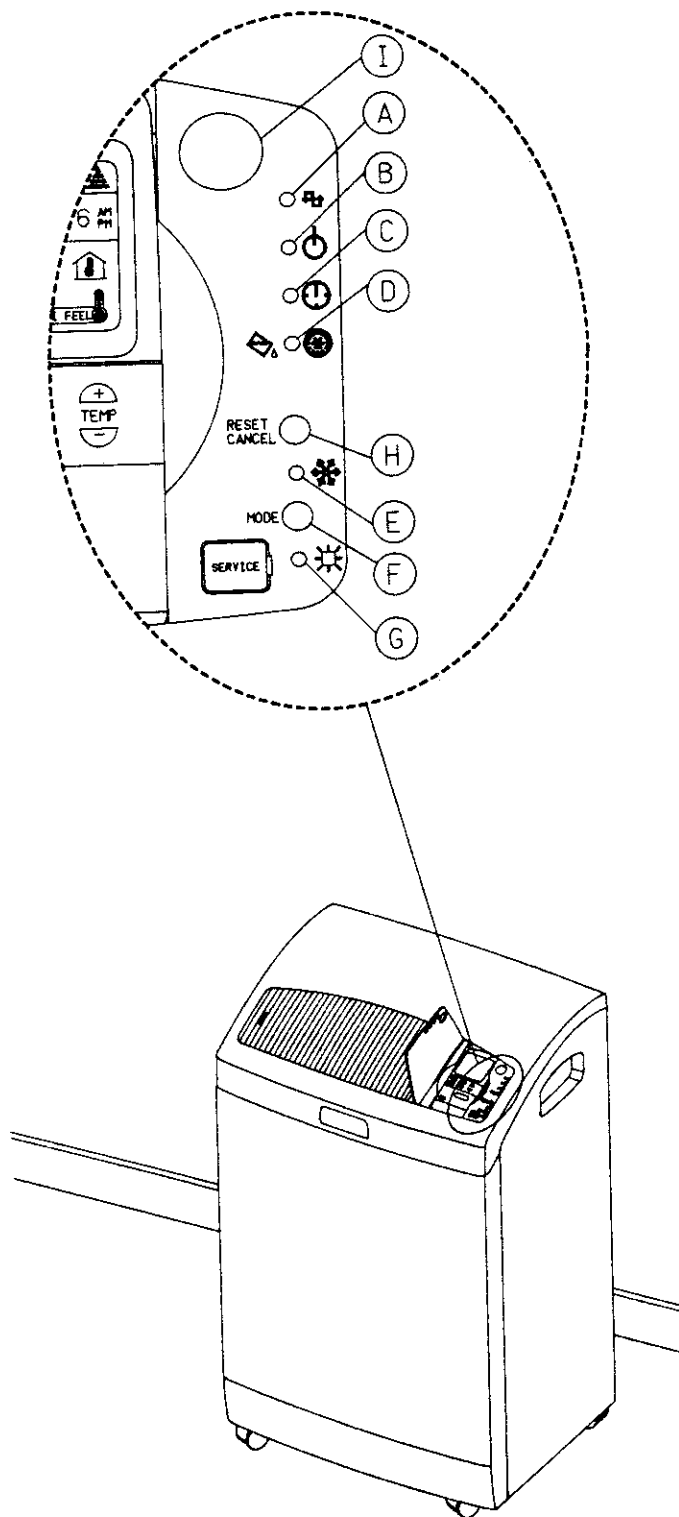

Bild 9
- Vermeiden Sie, daß der Empfänger am Gerät (I) von starkem Licht, Lampen-Dimmern und Sonneneinstrahlung, beeinflusst wird.
□ BETRIEBSANZEIGEN UND KONTROLLEUCHTEN (Siehe Bild 9)